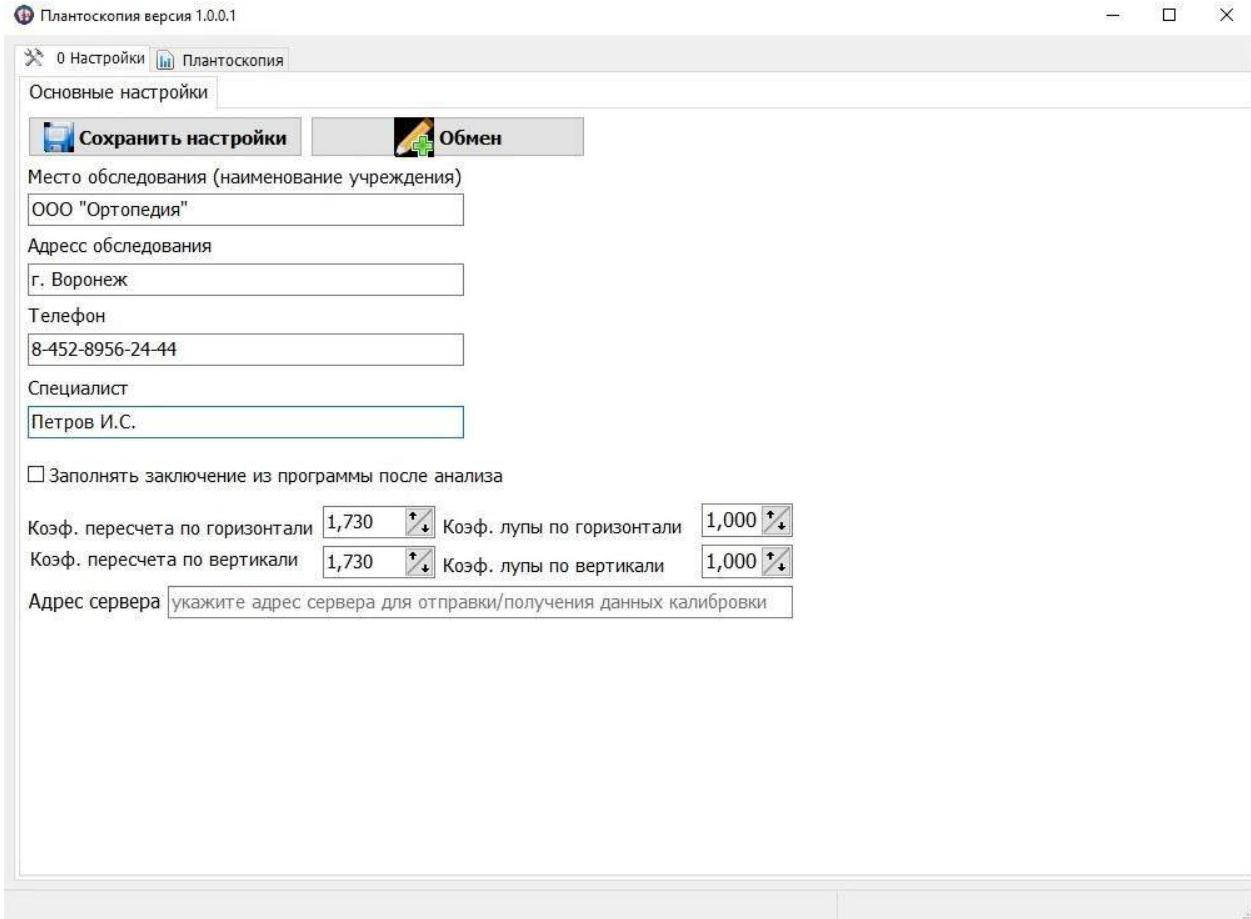

Рисунок 5 – настройка программы Плантоскопия
- автозаполнения заключения и рекомендаций, в случае если в настройках программы (вкладка настройка) выставлен флаг – «Заполнять заключение из программы после анализа» (см. Рисунок 5);
4.5 Описание кнопок настроек программы (см. рисунок 5):